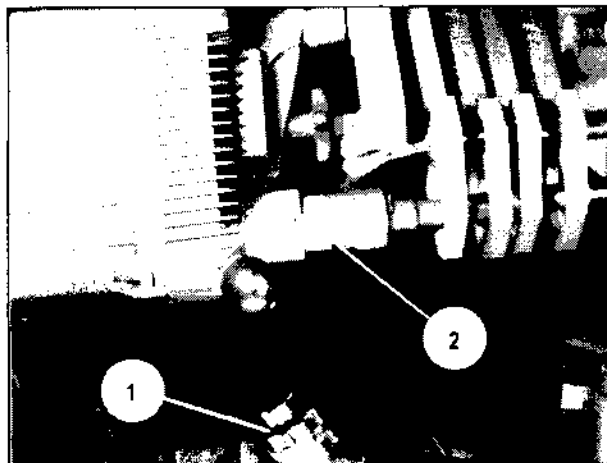

Bild 115
42. Schutzkappen (Bild 115/1) des Vielfachkabels FM 1000 und der RF-Einheit FM 1000 auseinander schrauben.
43. Stecker des Vielfachkabels FM 1000 (Bild 115/2) von der RF-Einheit FM 1000 abschrauben, Schutzkappe aufschrauben und Stecker langsam in die Abfangung zurückgleiten lassen.